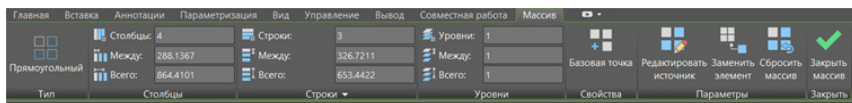

Рис. 79. Вкладка *Массив* на *Ленте*
– на *Ленте* откроется вкладка *Массив* (рис. 79).